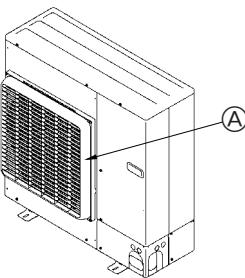

Fig. 2-4
- ② Установите дополнительный воздуховод выходного отверстия и основной воздуховод, если прибор установлен в месте, где сильный ветер от тайфуна и др. может попадать непосредственно в вентиляционную решетку. (Fig. 2-4)